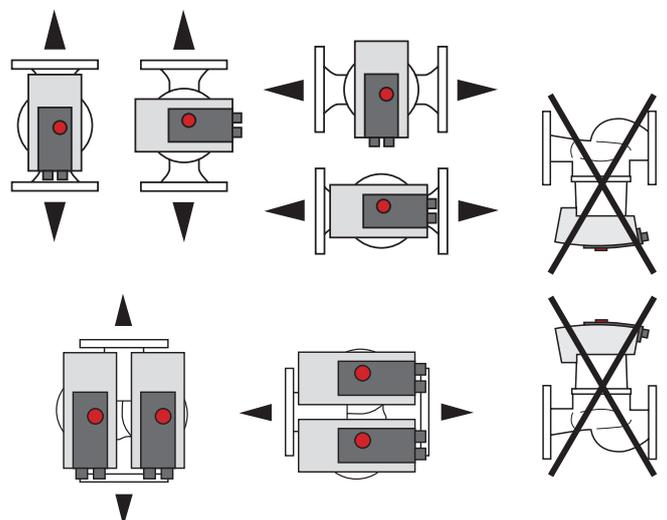

Fig. 4: Posizioni di montaggio consentite
1. Verificare le posizioni di installazione consentite → Fig. 4.